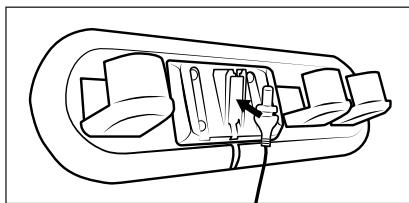

Fig. 4
- Sørg for, at der ikke er strømledninger eller andre ledninger eller rør i væggen, hvor du vil bore huller til væg- og tilbehørsholderne ⑦/⑮. Det er livsfarligt, hvis du borer i en strømførende ledning!
- 1) Tag vægholderen ⑦ ud af tilbehørsholderen ⑮. Sæt hulstikket ⑩ til netadapteren ⑨ ind i vægholderen ⑦ som vist på det efterfølgende billede. Fastgør hulstikket ⑩ ved at dreje det (se fig. 4).